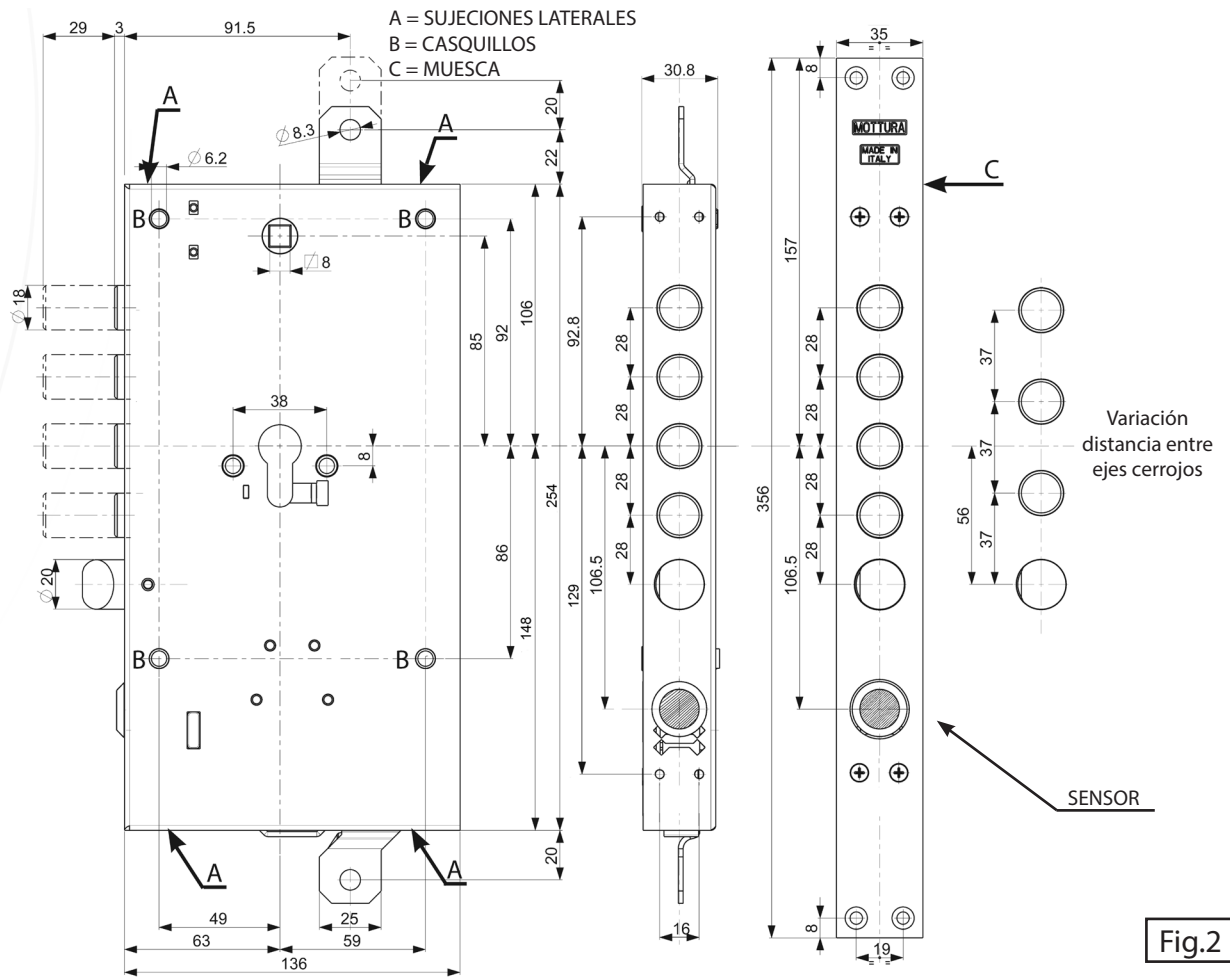

Fig.2
Fijar la cerradura a la estructura de la puerta utilizando para ello los correspondientes elementos de fijación: sujeciones laterales (A) casquillos (B) o muesca (C) (Fig. 1 – Fig. 2). La posición de fijación vertical es condición necesaria para un correcto funcionamiento. El montaje y la utilización de la cerradura en posiciones diferentes, podrían comprometer su correcta funcionalidad. Para que la cerradura funcione correctamente el resbalón debe poder salir libremente sin encontrar roce con la hoja tanto abierta como cerrada.